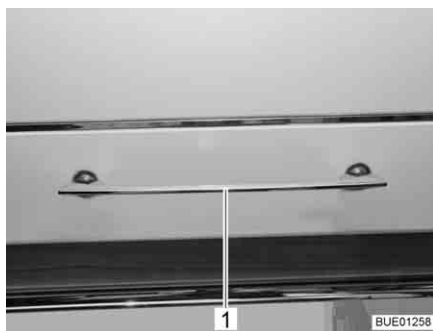
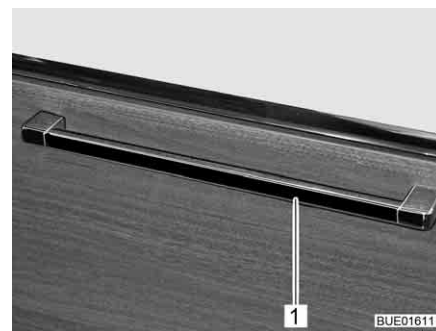

Fig. 83 Trampilla de mueble con tirador de desbloqueo
Fig. 84 Trampilla de mueble con tirador de desbloqueo (alternativa)
- Según la posición de instalación, presionar el tirador de desbloqueo (Fig. 83,1 ó bien Fig. 84,1) hacia arriba, hacia el lado o hacia abajo y mantenerlo presionado.